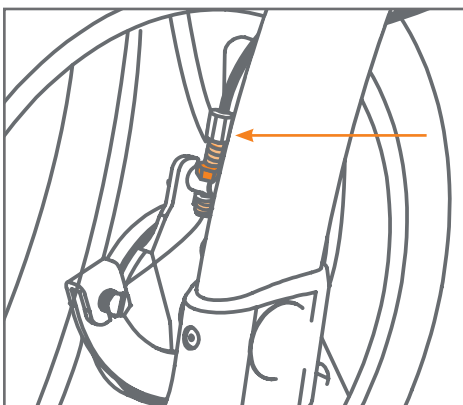

Abbildung 58: Bremseinstellung über Sicherungsring (dunkelorange) und Justierschraube, Detail.
- b. Lösen Sie den Verriegelungsring an der Unterseite des Bremsseils. Drehen Sie die Justierschraube direkt darüber, um das Bremsseil zu verkürzen oder zu verlängern (**Abbildung 58**). Drehen Sie im Uhrzeigersinn für mehr Bremskraft, gegen den Uhrzeigersinn für weniger Bremskraft. Auf diese Weise stellen Sie die Bremse so ein, dass sie einwandfrei funktioniert.